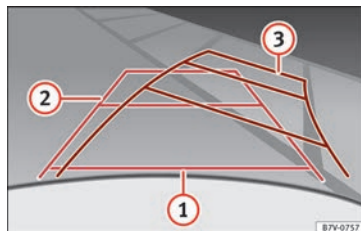

Fig. 145 Pantalla: líneas de orientación del espacio para aparcar detrás del vehículo.
Significado de las líneas de orientación proyectadas en la pantalla » fig. 145. Todas las longitudes de las líneas de orientación toman como referencia a un vehículo situado sobre una superficie horizontal.
- Dé marcha atrás lentamente y gire el volante de modo que las líneas amarillas de orientación le guíen hasta el hueco » **fig. 145** ③.